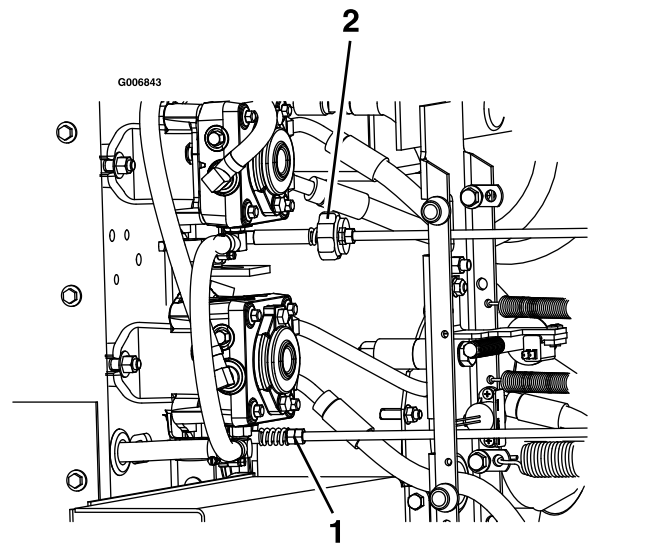

Figura 66
9. Pentru a obține poziția NEUTRU, ajustați conexiunile cu tijă de control pentru pompă stânga i dreapta, care conectează controlul direcției cu brațele de control pentru pompă, până când roile se opresc sau încep să se deplaseze ușor în marșier (**Figura 66**).
11. Reglați conexiunea dreapta a pompei folosind o cheie pentru a roti piulițele duble de pe ansamblu (**Figura 66**).